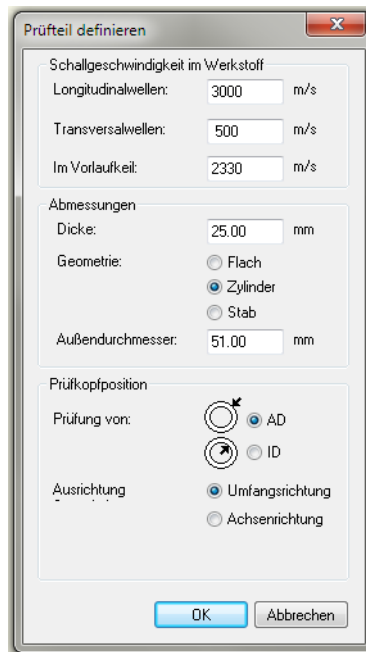

Abbildung 7-65 Dialogfeld Prüfteil definieren
4. Definieren Sie im eingblendeten Dialogfeld **Prüfteil definieren** das Prüfteil wie folgt (siehe Abbildung 7-65 auf Seite 430):